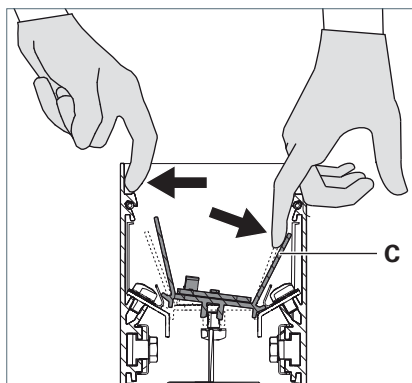

Fig. 19: Déverrouiller le réflecteur.
- Poussez une des parois latérales du luminaire vers l'extérieur tout en poussant le réflecteur **C** dans la direction inverse, voir Fig. 19.